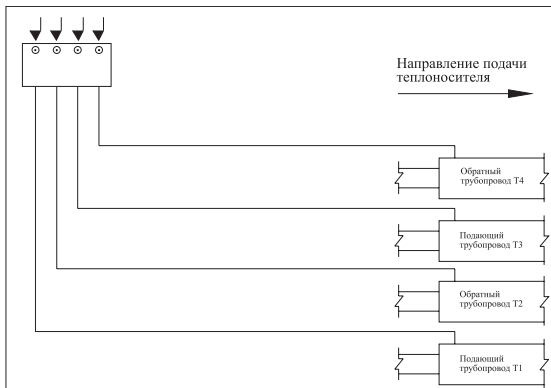

Рис. 2 «Закольцовка одной четырехтрубной системы ОДК»
- 2.1. Закольцовка одной четырехтрубной системы ОДК - **Рис. 2, 7.**
на принципиальной схеме (Рис. 2–6)	на электрической схеме (Рис. 7–11)
Подключение терминала к системе оперативного дистанционного контроля производить в соответствии с монтажными схемами (**Рис. 2–6**) и электрическими схемами (**Рис. 7–11**).